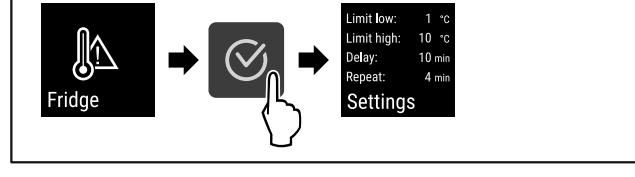

Fig. 136
► Følg anvisningene (se Fig. 136).